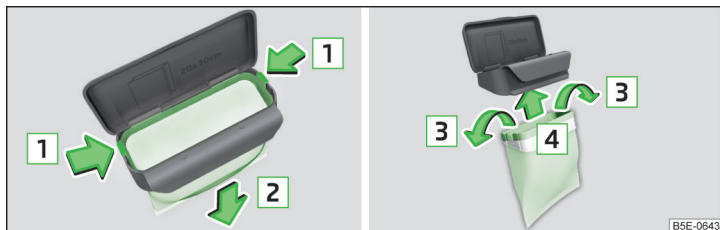

Fig. 87 Înlocuirea pungii
- Comprimați ambele elemente de fixare de pe margine în sensul săgeții **1** » fig. 87.